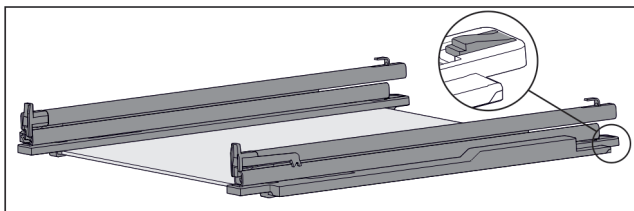

Fig. 149 Скляна пластина з рейками та деталями для підтримки
- ▶ Деталь для підтримки натиснути вниз (див. Fig. 149) і одночасно посунути рейку назад.